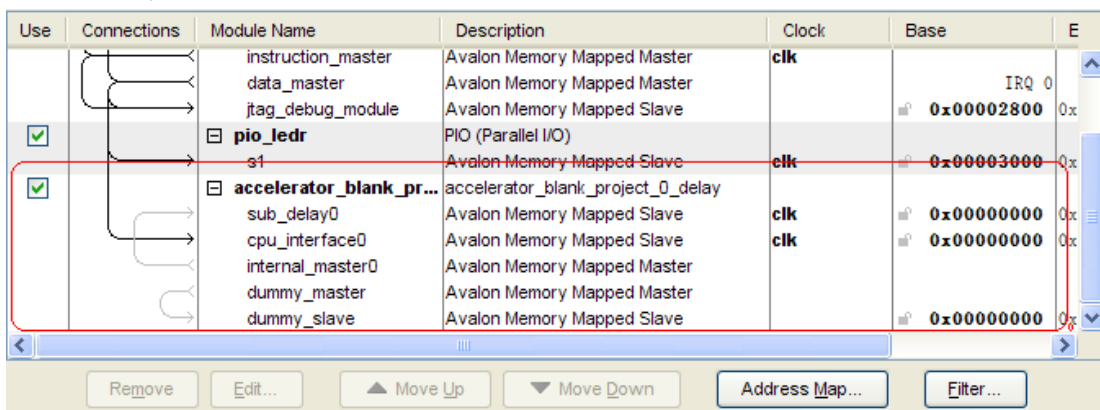

图 8-6 C2H 编译结果在 SOPC 中
28. 回到 Quartus II 查看 SOPC, 发现确实生成了新的硬件模块, 如图 8-6